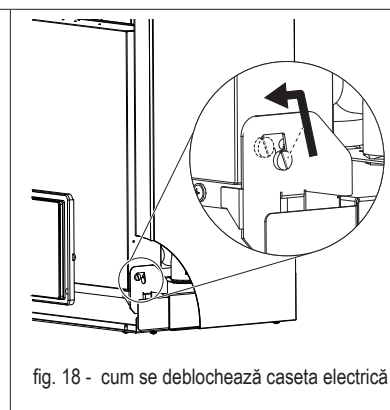

fig. 18 - cum se deblochează caseta electrică
- apucați caseta electrică și deblocați-o (fig. 18)